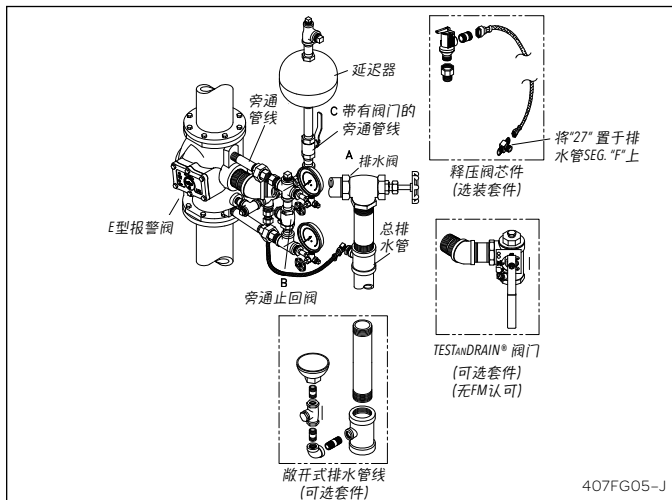
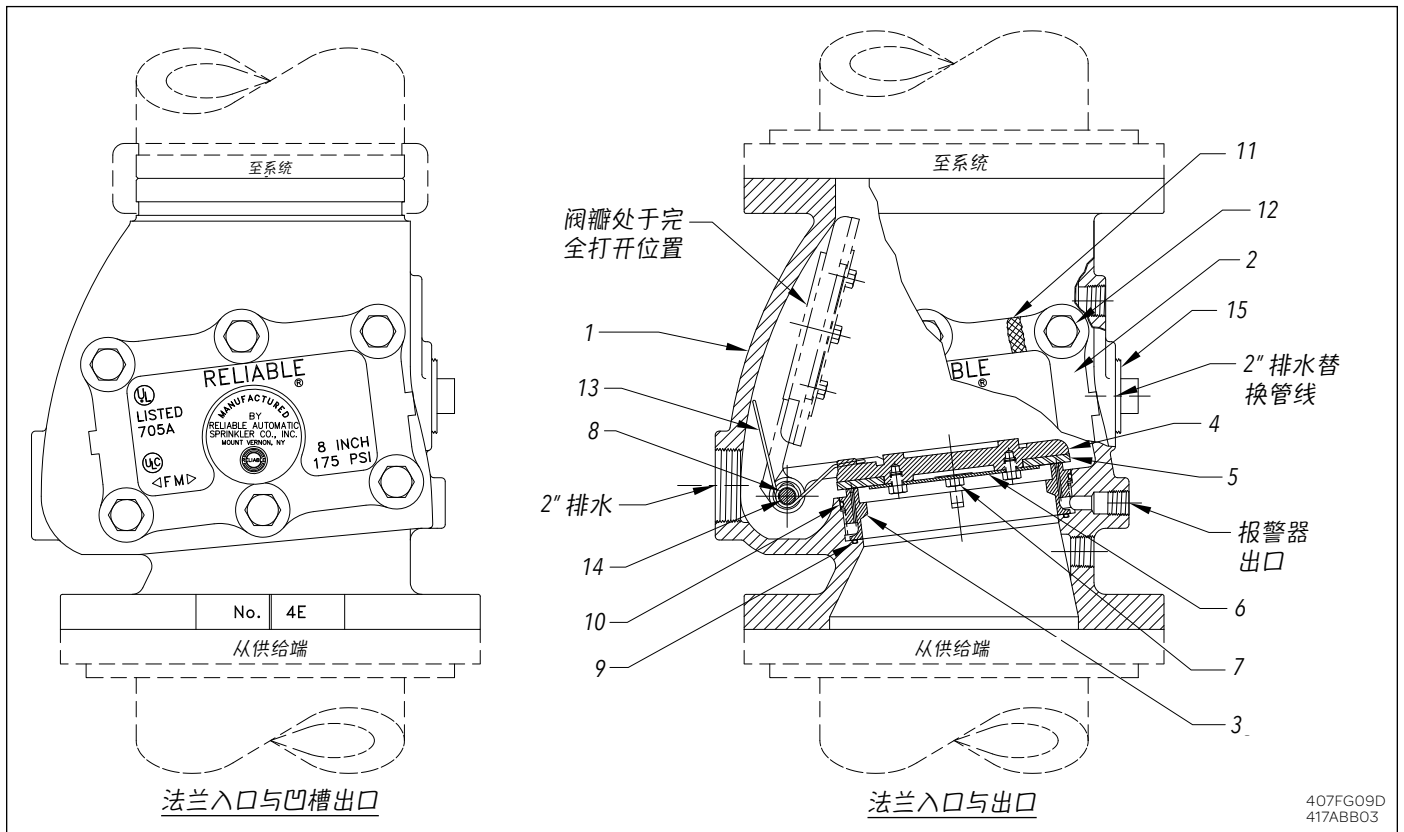

图7 - E3垂直芯件
图. 9
1. 止回阀 (B) 的旁通线 (图7) 可让压力冲击从供给线进入报警阀阀瓣的系统侧，从而不会提起阀瓣。重复的冲击会积聚成系统内的有效超压，令阀瓣保持稳定，防止出现错误报警。如果强烈冲击导致阀瓣离开底座并让水进入报警管线，E1型延迟器会发挥作用。
### 测试 (参见图7、8)
1. 打开阀门 (A) (图7) 进行排水，可冲走报警阀底座上的零散异物。关闭阀门并查看水流是否停止。
- 2) 阀瓣橡胶保护面与夹紧环组件：项目5, 图9
- 3) 底座O型环：项目9、10, 图9
- c. 在任一情况下 (a或b) , 应打开阀门 (A) (图7、8) 进行排水。取下护盖 (2) (图9)、轴管塞子 (14)、铰销 (8) 及阀瓣组件 (4)。
- 注：**取下铰销 (8) 时应令弹簧 (3) 保持不动。
- 2) 取下O型环, 项目9、10 (图9)。全面清洁O型环凹槽及密封面。检查是否有损坏或异物。
- 3) 重新装上护盖 (2), 确保护盖垫圈 (11) 位置正确, 螺栓及螺母已上紧。
- 4) 关闭排水阀 (A) (图7)。慢慢打开主控制阀。确保阀门 (C) 及主控制阀在打开位置得到监测。
供水出现压力波动通常会产生错误报警, 如果系统失去有效超压也会出现该情况 (参见“运行”)。系统及供水压力计上的类似读数表明已失去超压条件。下列一种或多种情况会导致失去压力 - 系统排水阀泄漏, 报警阀底座 (3) (图6) 泄漏, 阀瓣 (4) 与保护面 (5) 之间出现泄漏, 或者旁通止回阀 (B) (图7) 出现泄漏。